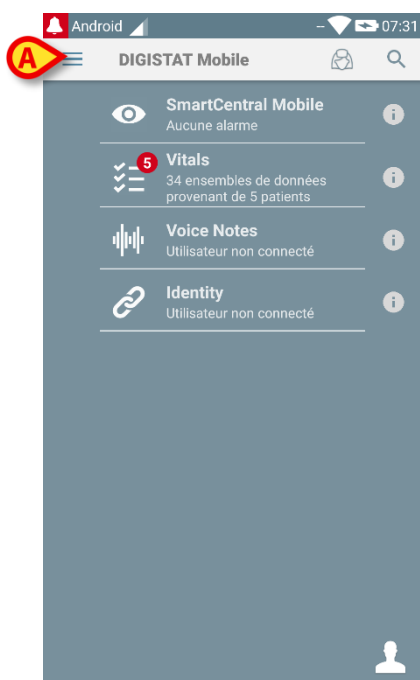

Fig 28
- Activez l'écran principal de l'application Digistat® Mobile (Fig 28).
- Appuyez sur l'icône  dans le coin supérieur gauche de l'écran (Fig 28 **A**)